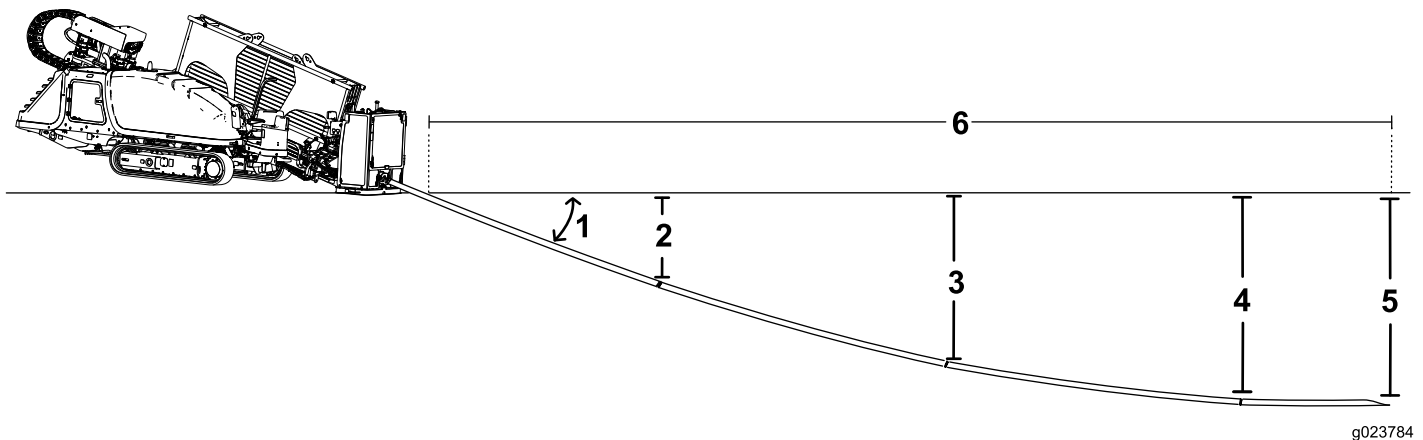

Figura 29
- Inserte los primeros 3 m de broca/tubo en el suelo sin desviación. El extremo de la broca estará a una profundidad de 53 cm (Figura 29).